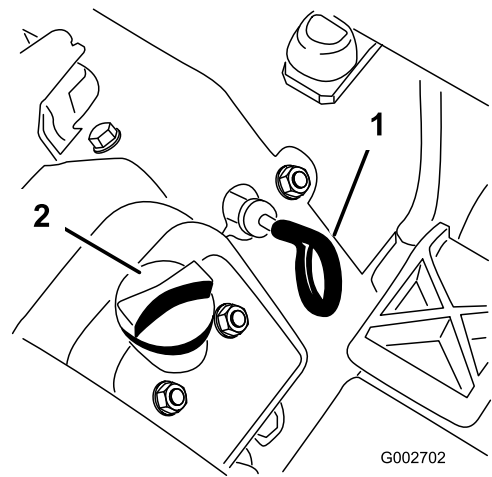

Figura 10
3. Saque la varilla (Figura 10) y límpiela con un paño limpio. Introduzca la varilla en el tubo asegurándose de que entre a fondo. Retire la varilla del tubo y verifique el nivel de aceite. Si el nivel de aceite es bajo, retire el tapón de llenado de la cubierta de la válvula y añada suficiente aceite para elevar el nivel a la marca Lleno de la varilla.